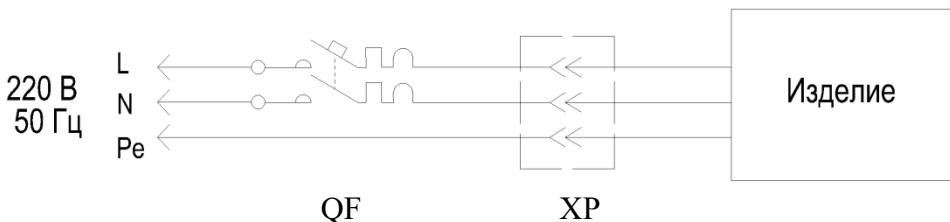

Рис.1. Схема подключения изделия к электросети
5.4 Изделие должно подключаться к питающей электрической части (рис.1) через автоматический выключатель комбинированной (тепловой и электромагнитной) защиты с номиналом установки по току: Rondo (BC1.70G)-1250, Rondo (BC1.70G) -1875, Rondo (BC1.70G) -2500 – **6,3 А.**